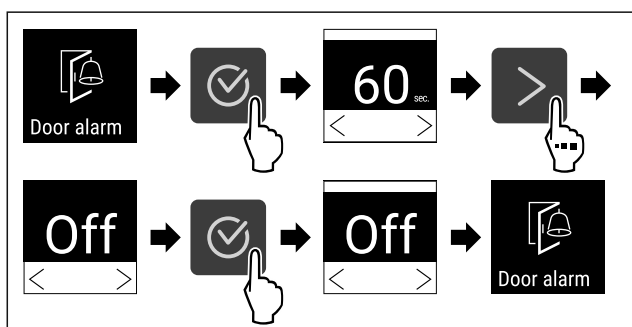

Fig. 107
- ▶ Udfør handlingstrinene (se Fig. 107) .